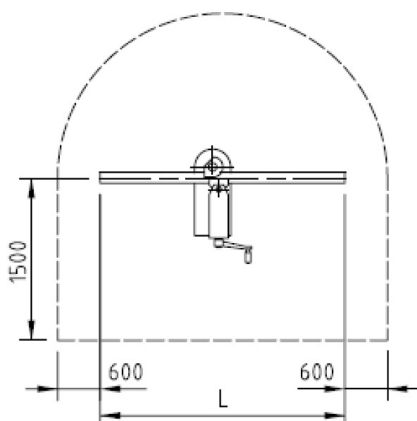

Fig. 12: Minimaal mogelijke gebruikruimte van de machine
- De afstand tot de muur moet voldoen aan de specificaties (fig. 12).
- De vereiste ruimte en de veiligheidszone van de machine zijn aangegeven in fig. 12.
- De volgende afmetingen op de plaats van installatie of op de werkplek in aanmerking worden genomen (fig. 12, pagina 16).